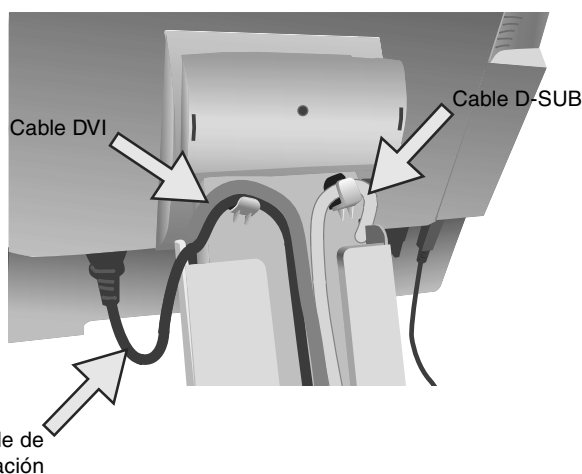

Figura C.2
5. Introduzca el cable de alimentación en sus corchetes correspondientes, como se indica en la **figura C.2**.
6. Introduzca el cable de señal D-Sub en sus corchetes correspondientes, como se indica en la **figura C.2**.
7. Introduzca el cable DVI en sus corchetes correspondientes, como se indica en la **figura C.2**.